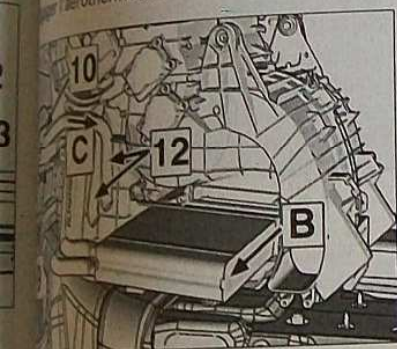

FIG. 16
l'aérotherme en le tirant en (B) (Fig.16)